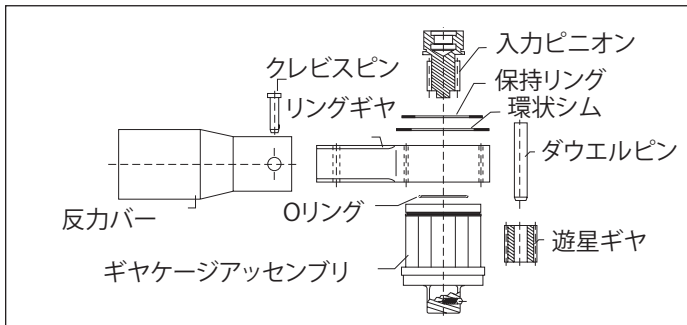

図4
1. 保持リングと環状シム(図4)をトルクマルチプライヤーのハウジングの入力側から取り外します。
3. 入力ピニオンをギヤケーシングアセンブリーから引っ張りながらねじって取り外します。アーバープレスを使ってダウエルピンを遊星ギヤから取り外します(図4)。